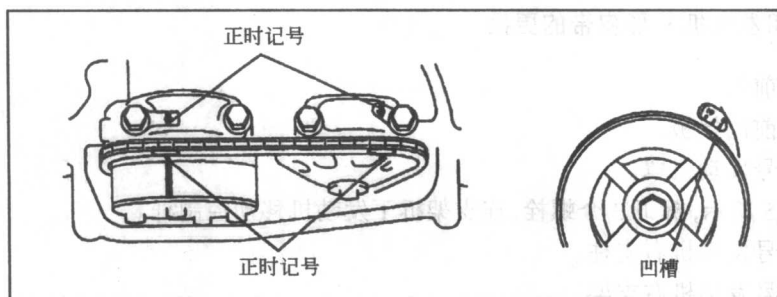

图 1-8
(1) 转曲轴皮带轮, 让曲轴皮带轮的凹槽与正时链罩的“0”记号对齐。
(2) 如图 1-8 所示, 检查凸轮轴链轮的正时记号是否与 1 号轴承盖的正时记号对齐。